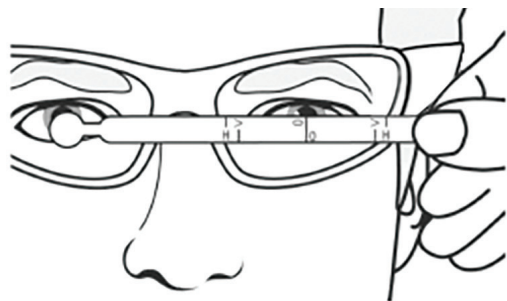

Figure 3 : Couverture horizontale
B. Mettre la réglette d'écart et de couverture en position horizontale et centrer de nouveau la ligne « 0 » approximativement sur le milieu de la pupille de l'utilisateur. Vérifier la distance entre la pupille et l'extrémité intérieure (à côté du pont) et l'extrémité extérieure des lunettes. Cette distance doit arriver aux lignes de la réglette marquées d'un « H » (figure 3) ou les dépasser. Inclure la monture dans l'évaluation. Consigner le résultat sur le Formulaire d'évaluation d'ajustement, à la colonne « Mesure horizontale ». Répéter pour l'autre œil.